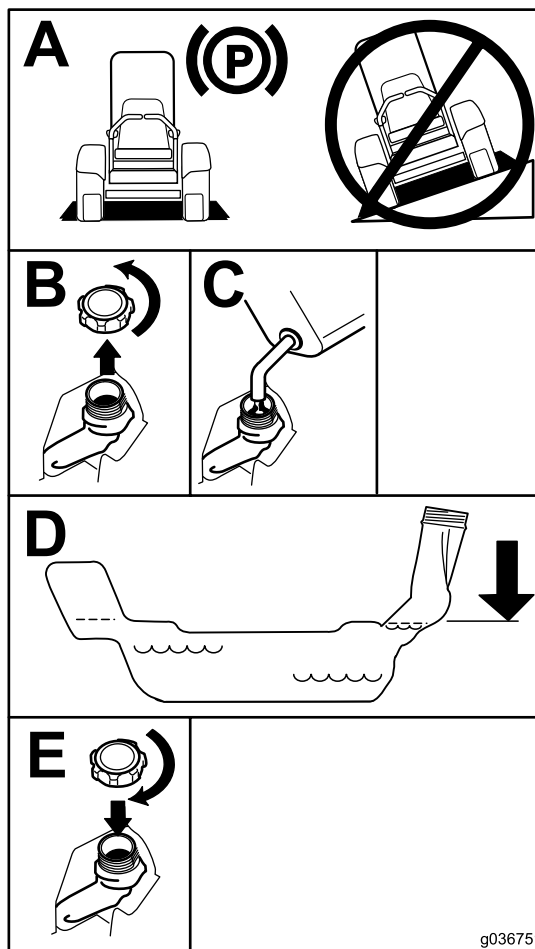

Figure 8
5. Remplissez le réservoir de carburant jusqu'à la base du goulot de remplissage (Figure 8).